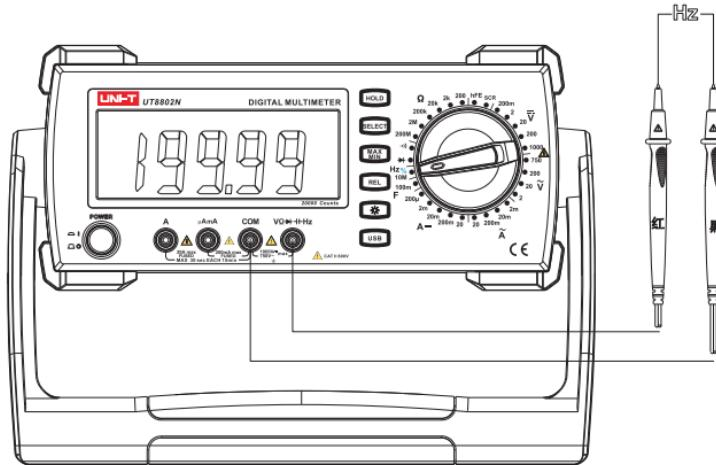

图6. 频率测量
- 2) 将仪表的旋转开关转到 "图6" 测量档, 旋转开关频率测量档 Hz (按 SELCEC 键, 可以切换功能测试占空比%), 将表笔并联到待测信号源上。